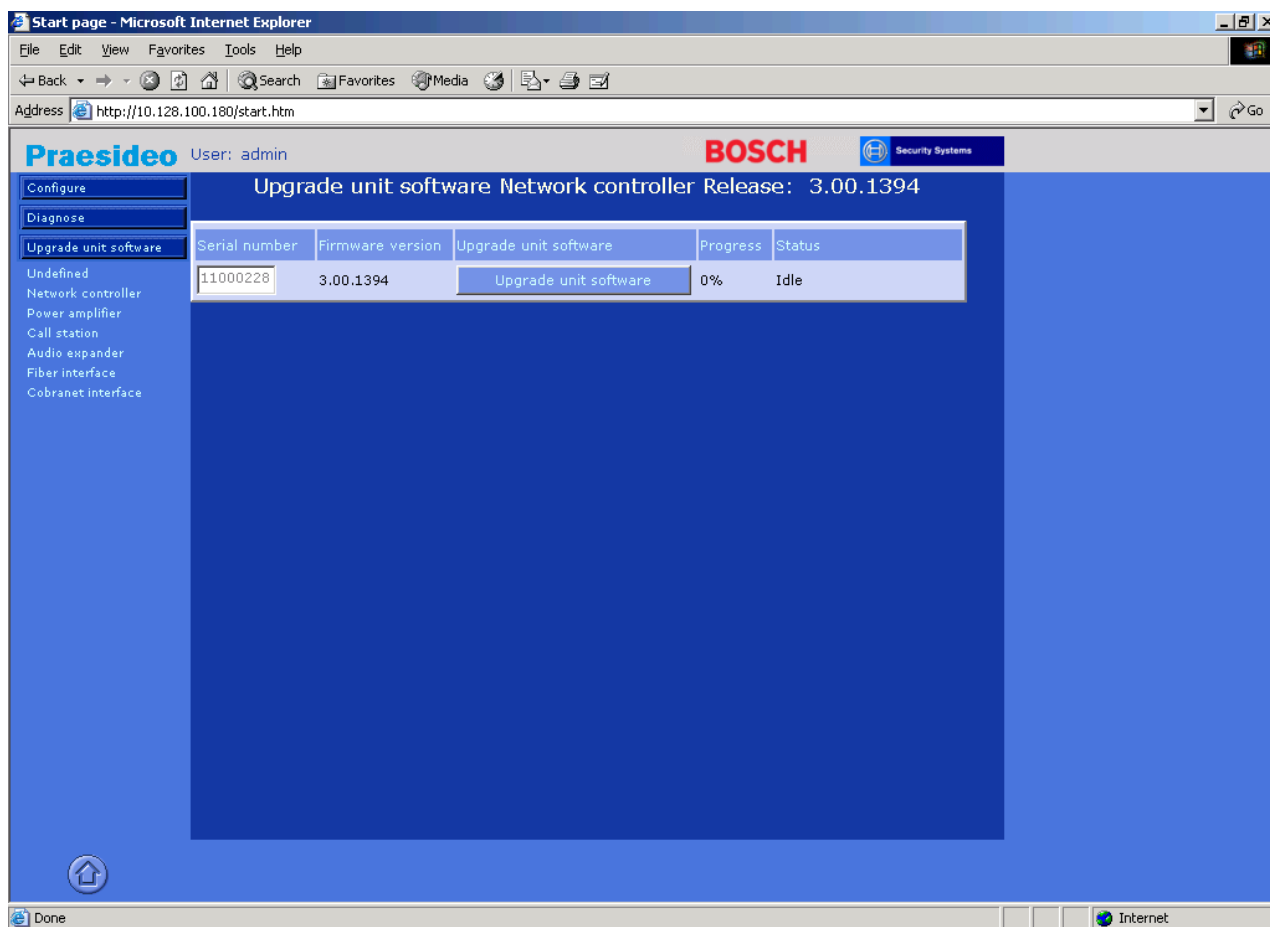

figura 26.11: Pagine di aggiornamento del software dell'unità
- 7 Fare clic su *Network Controller*. Appare una schermata simile a quella in figura 26.11.